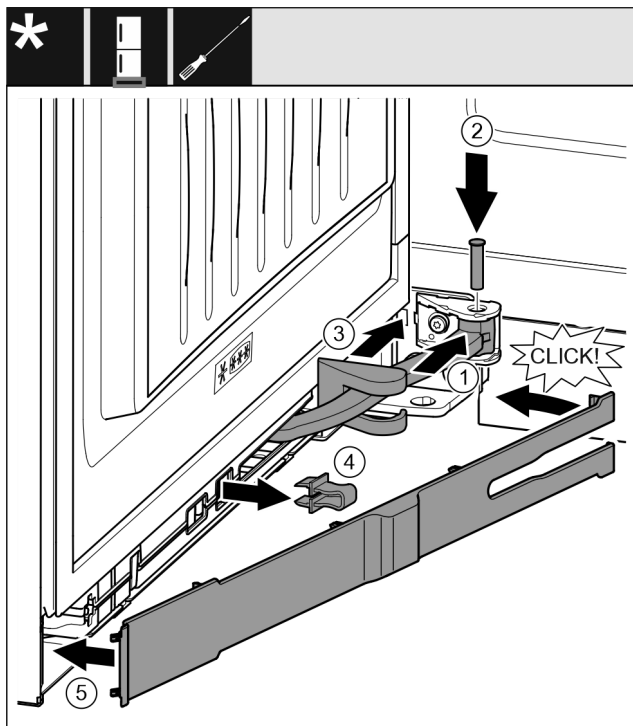

Fig. 63
- ▶ Scharnier Fig. 63 (1) in de ophanging draaien.
- ▶ Bouten Fig. 63 (2) met een schroevendraaier in de ophanging en scharnier steken. Let hierbij op dat het vergrendelingslipje juist in de groef zit.
- ▶ Lagerbokafdekking Fig. 63 (3) langs het scharnier schuiven en over de ophanging monteren.
- ▶ Beveiliging Fig. 63 (4) wegnemen.
- ▶ Panelen Fig. 63 (5) aan de greepzijde plaatsen en er indraaien.